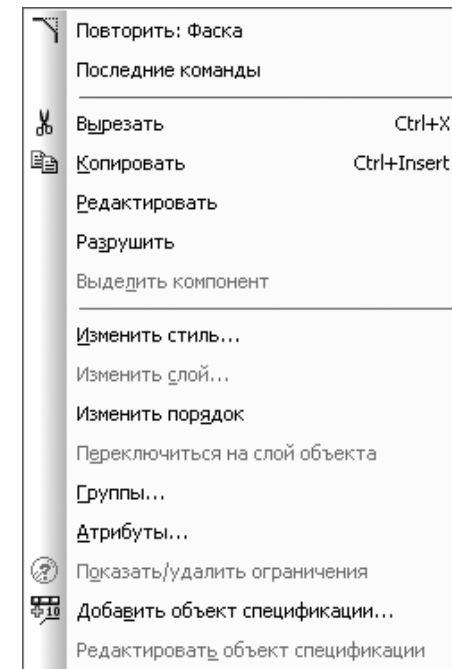

Рис. 4.69. Контекстное меню выделенного объекта – ломаная
- щелкните по выделенной ломаной правой кнопкой мыши. Появится контекстное меню (рис. 4.69).